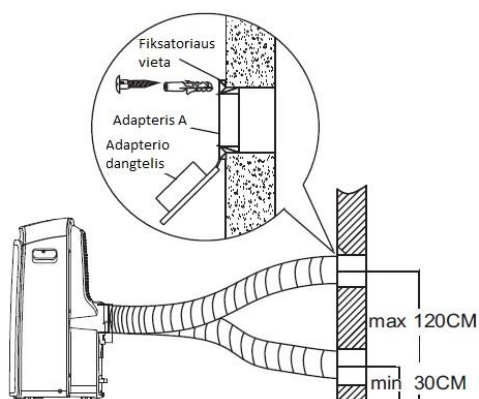

Fig.18
1. Paruoškite skylę sienoje. Sumontuokite išleidimo adapterį A sienos išorėje, naudodami 4 fiksatorius ir medvaržčius. Įsitikinkite, jog pritvirtinote tinkamai (žr. Fig. 18).